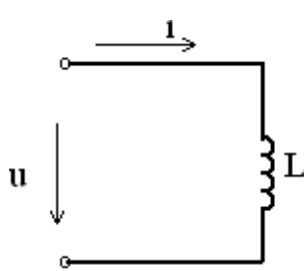

Рис. 1
8. Найдите соответствие между схемами замещения (рис.1, 2, 3) и волновыми диаграммами (а, б, в) линейных цепей синусоидального тока.